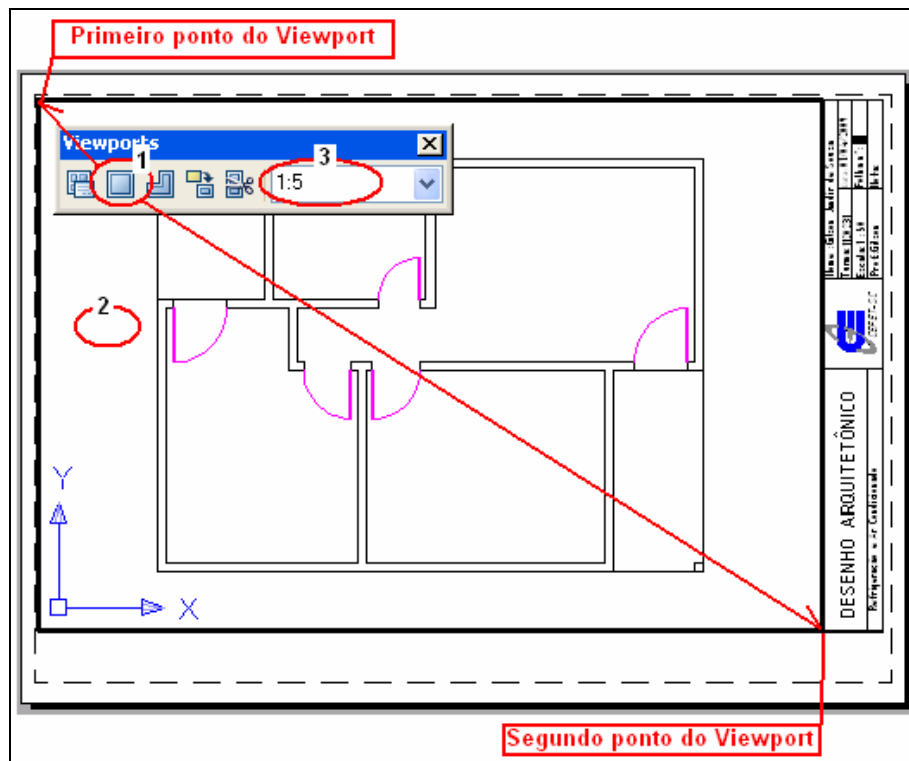

Figura 11.19: Ajuste da escala com Viewports.
Ative a barra de comando *Viewport* e clique em (1) *Single Viewport* (). O programa pede dois pontos de uma janela. Indique os pontos clicando nos locais mostrados na figura 11.19.